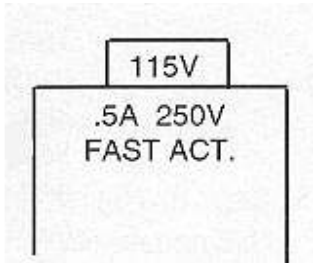

Рисунок 3
1. Отсоедините шнур питания от аудиометра (№ 2 на рис. 3).